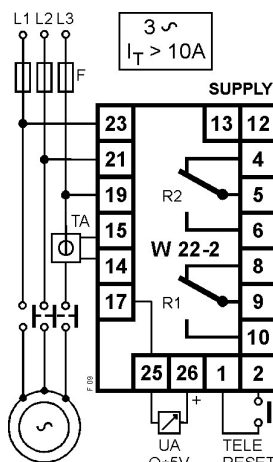

Fig. 9
Seguire lo schema di fig. 9
- b) Se I_T è maggiore di 10A si deve usare un riduttore di corrente esterno (TA)..1/5 oppure ..1/1 (schema di fig. 9).
Follow diagram of fig. 9
- b) If I_p is higher than 10A it is requested an external current transformer (CT) ..1/5A or1/1A (fig. 9).
Il collegamento si esegue secondo fig.9. Dalla tabella A si ricava che il fondo scala di corrente più vicino, immediatamente superiore al valore di I_t , è 25A. In questo caso il fondo scala può essere realizzato con un TA esterno.
(Rif. Fig. 9)
CONNECTION WITH CT (Ref. Fig. 9)